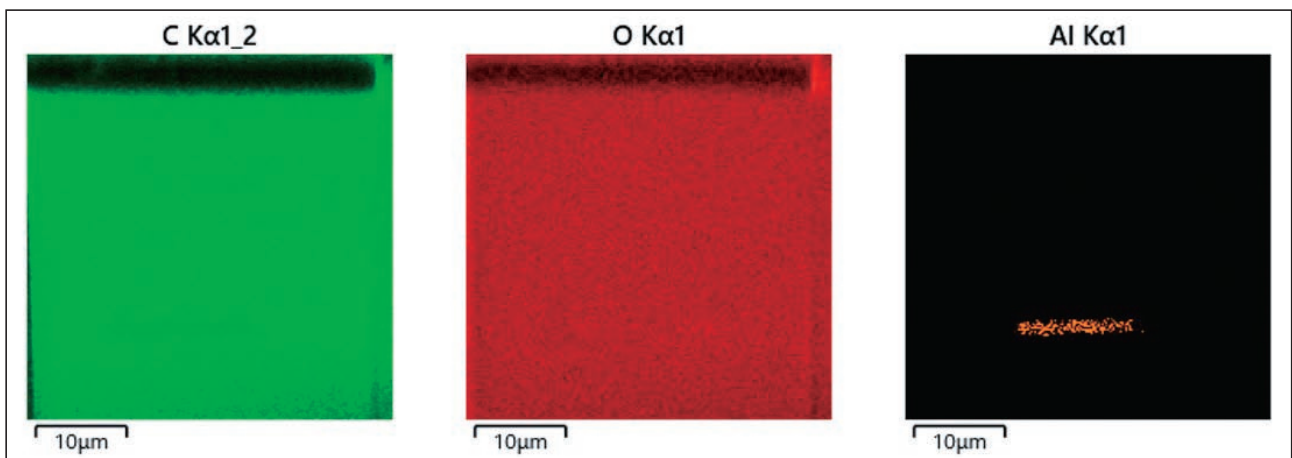

図10 (事例1) EDX元素マッピング
- EDX 分析の結果、A からアルミニウム (Al) を検出(図10)